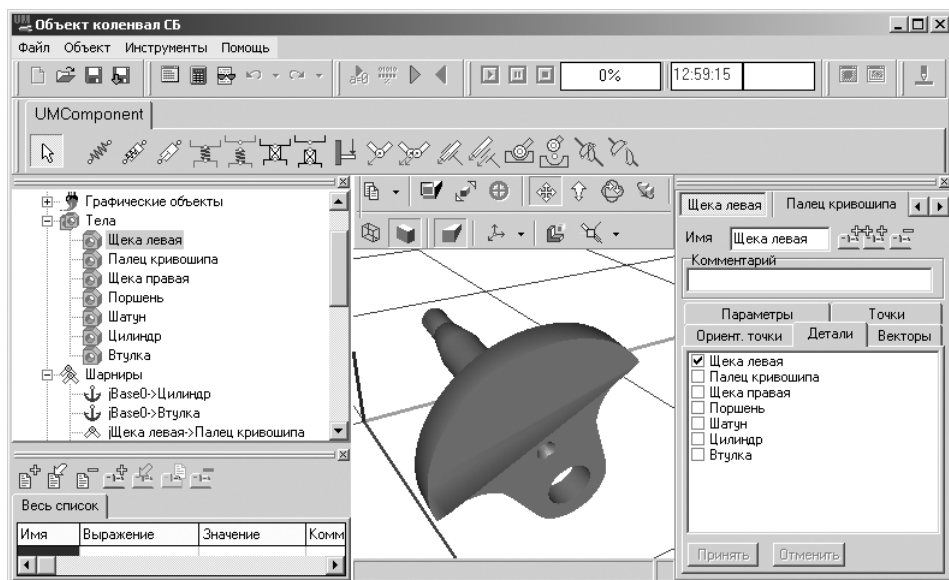

Рис. 2.54. Активизированный объект **Щека левая** и раскрытая закладка **Детали** в окне **Инспектор** главного окна системы **Универсальный механизм**
- щелкните в **Дереве элементов** в раскрытом пункте **Тела** по пункту **Щека левая**, а затем в окне **Инспектор** по закладке **Детали**, см. рис. 2.54. В анимационном окне деталь **Щека левая** увеличена с помощью нажатия функциональной клавиши **F9**;